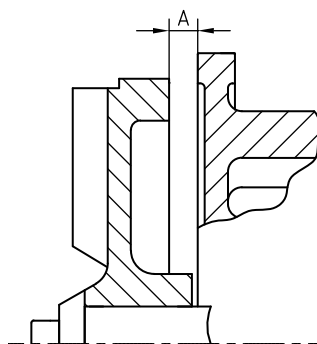

Figura 18: Ajuste do impulsor FREM.
- 2 Ajuste o impulsor ao tamanho **A** entre a parte traseira do impulsor e a cobertura intermédia. Consulte a figura 18 e a Tabela 7 abaixo. De preferência, utilize duas réguas calibradas.